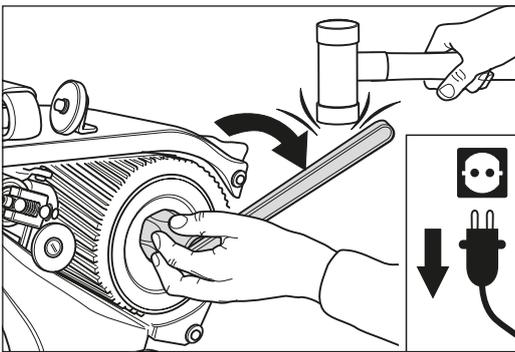

Fig. 39 Débloquez l'écrou du rouleau (**filetage à gauche !**), au besoin en y portant un coup. **N'utilisez jamais de marteau en acier !**
- 4 Avec une clé, ouvrez les écrous du tambour. Veillez à ce que les écrous du tambour possèdent un filetage à gauche (fig. 39). Si nécessaire, utilisez un marteau en caoutchouc. **N'utilisez jamais de marteau en acier !**